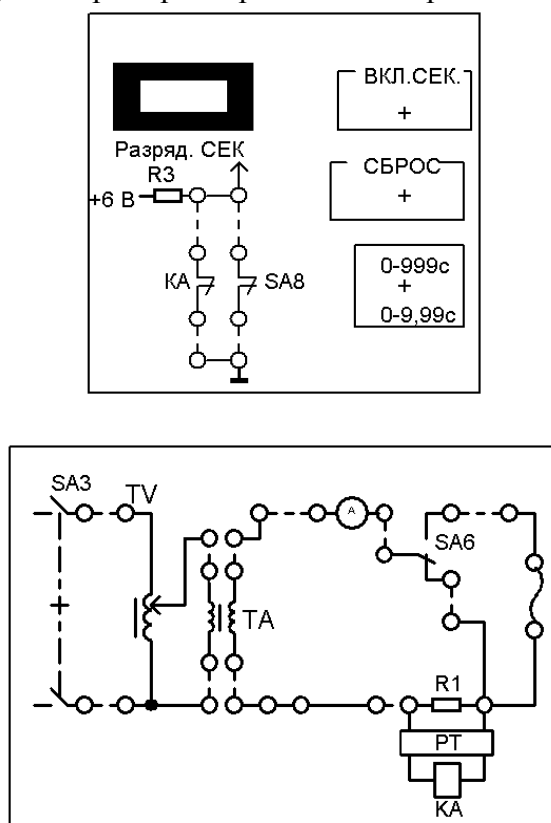

Рис. 9.1 Схема для исследования плавких предохранителей
- 2 Снять данные для построения времятоковой характеристики медной круглой вставки для различных сечений вставок. Для снятия данной характеристики необходимо собрать схему, представленную на рис. 9.1.